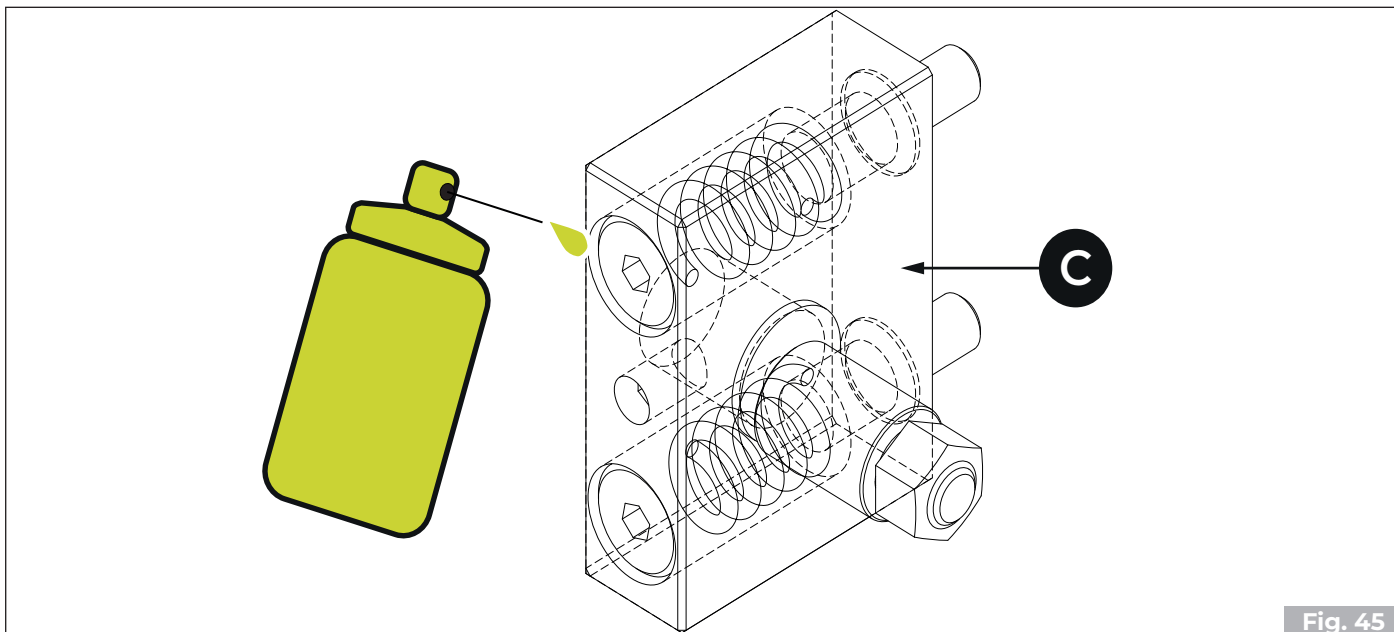

Fig. 45
Da bi zagotovili pravilno in varno delovanje vrat kurišča, je treba namazati vzmeti zaklepne mehanizma, ki se nahajajo v bloku (C); pri tem uporabite mazivo v spreju, ki ga nanesite okoli glave vijaka, tako da mazivo doseže vzmet. (**Fig. 45**).